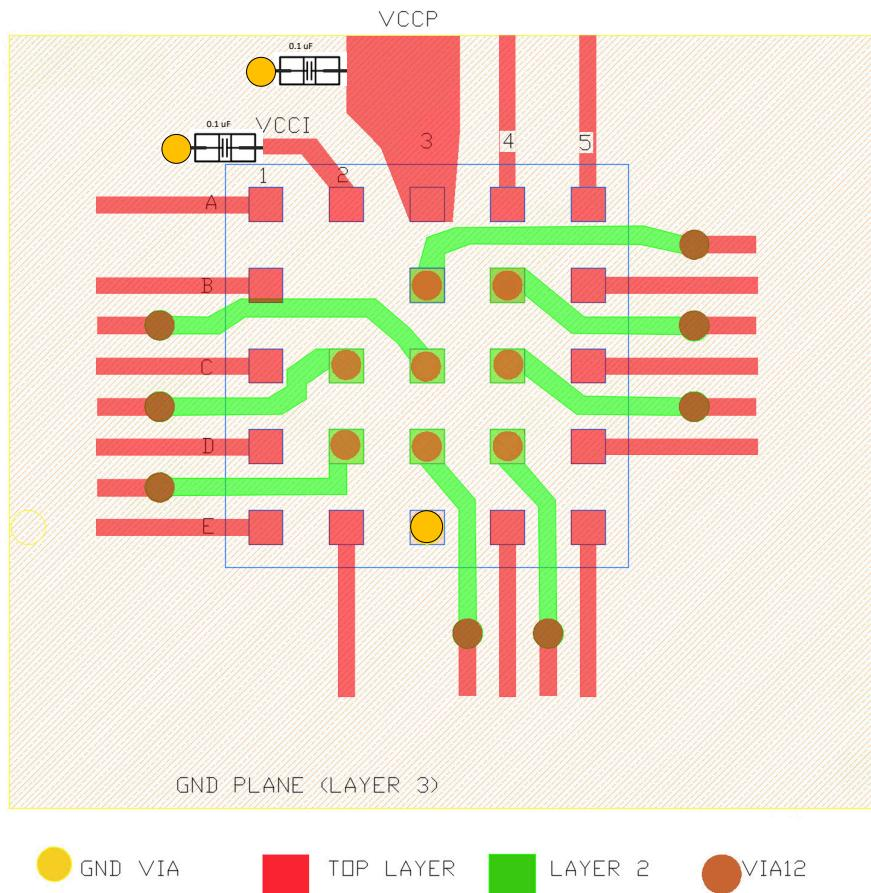

図 8-9. TCAL6416R DTO の部分的レイアウト例 (4 層)
すべての PCB レイアウトにおいて、信号トレースを直角に曲げないこと、集積回路 (IC) の近傍を離れる際に信号トレースが互いに離れていくように配置すること、電源とグランドに代表される大電流トレースがより多くの電流を流せるように、トレース幅を太くすることを推奨します。バイパスおよびデカッピング コンデンサは、電源ピンの電圧を制御するためによく使用されます。より大きなコンデンサを使用すると、短時間の電源グリッチが発生した際に追加の電力を供給できます。また、より小さなコンデンサを使用すると、高い周波数のリップルを除去できます。これらのコンデンサは、できる限り TCAL6416R の近くに配置してください。図 8-9 に、これらのベスト プラクティスを示します。